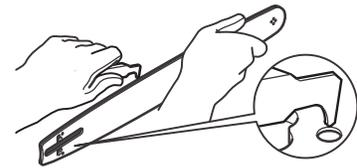

Fig. 47
3. Verifique a roda dentada de acionamento (21). Se estiver gasta ou danificada devido a sobrecarga, solicite a substituição junto de um centro de assistência autorizado ou uma pessoa igualmente qualificada.
4. Limpe os resíduos das ranhuras da guia (11) utilizando uma chave de parafusos, uma espátula, uma escova de arame ou outra ferramenta semelhante. Isto irá manter as passagens de óleo abertas para fornecer a lubrificação adequada à guia (11) e à corrente (10) (Fig. 47).